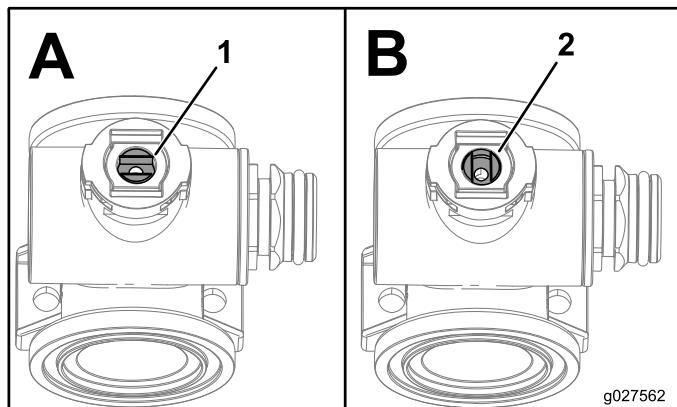

Figura 5
Nota: Asegúrese de que el conjunto del vástago de la válvula está en la posición de abierto (Figura 5, A).
- Gire el conjunto del vástago de la válvula a la posición de cerrado (Figura 5, B).